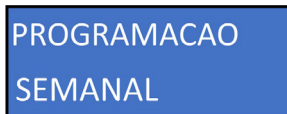

Figura 36
25. Para programar diferentes horários para geração de cloro todos os dias da semana, navegue pelo menu principal utilizando as teclas “para cima” ou “para baixo” até encontrar a função “PROGRAMACAO SEMANAL” (Figura 36). Apertando a tecla “OK” você será direcionado para o menu de programação.